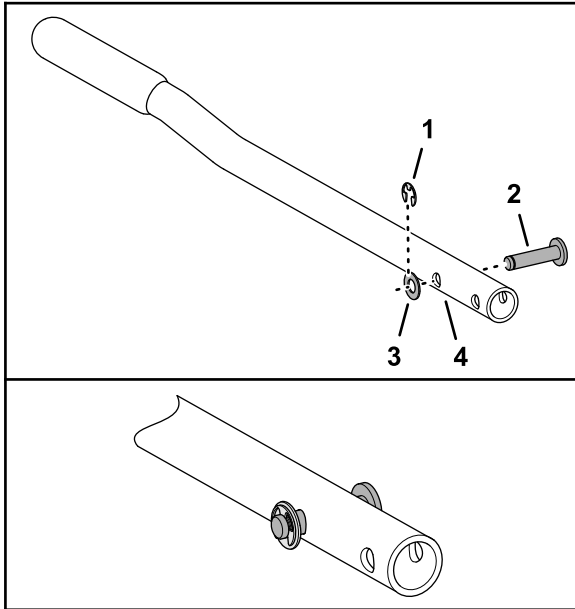

Figure 1
1. Insérez la goupille rainurée dans le trou de la poignée de maintien, comme montré à la Figure 1.
2. Fixez la goupille sur la poignée avec la rondelle (6 x 19 mm) et le circlip (Figure 1).